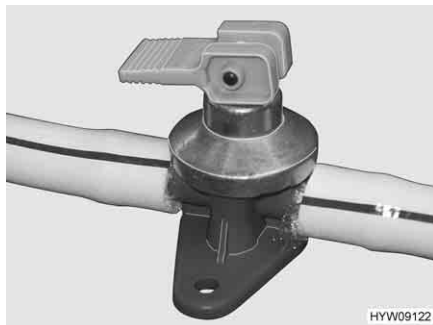
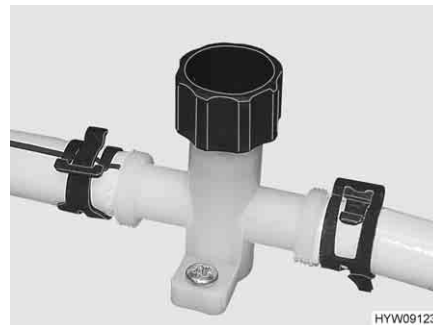

Fig. 61 Rubinetto di scarico con leva a bilancere
Fig. 62 Rubinetto di scarico con manopola
- Chiudere tutti i rubinetti di scarico (Fig. 62 o Fig. 61).
- Aprire tutti rubinetti di scarico (Fig. 61 o Fig. 62).